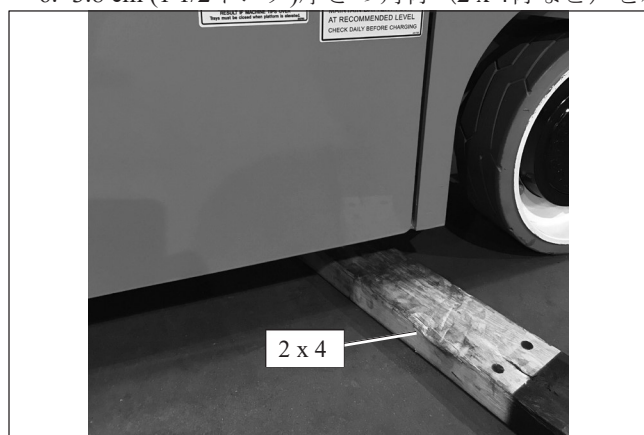

図8.10 - ポットホールプロテクター（脱輪時転倒防止装置）
6. 3.8 cm (1 1/2インチ)厚さの角材（2 x 4材など）を左側のプロテクターの下に置きます（図8.10を参照）。